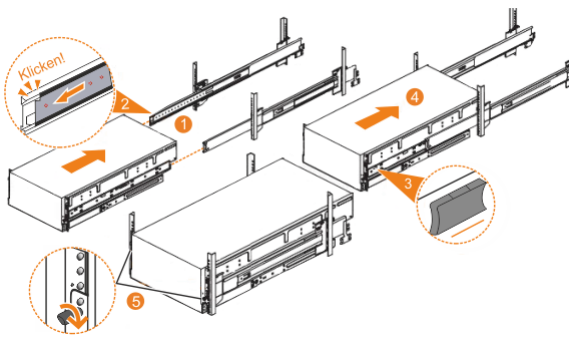

Abbildung 61. 5U-Gehäuse wieder in Rack einbauen
1. Ziehen Sie den linken und rechten Teil der Schiene ganz aus dem Rack, um die Schienen in der ausgezogenen Position zu sperren (1 in Abbildung 61 auf Seite 60).
2. Stellen Sie sicher, dass die Kugelhalterung innerhalb der Vorderseite des linken und rechten Einschubteils einrastet (2 in Abbildung 61 auf Seite 60).
4. Suchen Sie den linken und rechten blauen Lösehebel in der Nähe der Vorderseite des Gehäuses. Drücken Sie beide Lösehebel vorwärts, um den Einschubmechanismus zu entriegeln (3 in Abbildung 61 auf Seite 60).
5. Schieben Sie das Gehäuse fest in das Rack (4 in Abbildung 61 auf Seite 60).
6. Ziehen Sie die Rändelschrauben (5 in Abbildung 61 auf Seite 60) an, um das Gehäuse im Rack zu befestigen.